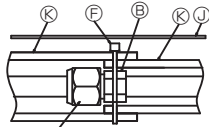

Fig. 3-15
- (2) Enrouler les gaines des tuyaux de raccordement et les fixer à la bande ⑤.
- (3) Attacher l'isolant ⑧ de manière à ce qu'il recouvre les parties découpées des tuyaux de raccordement. (Fig. 3-15)